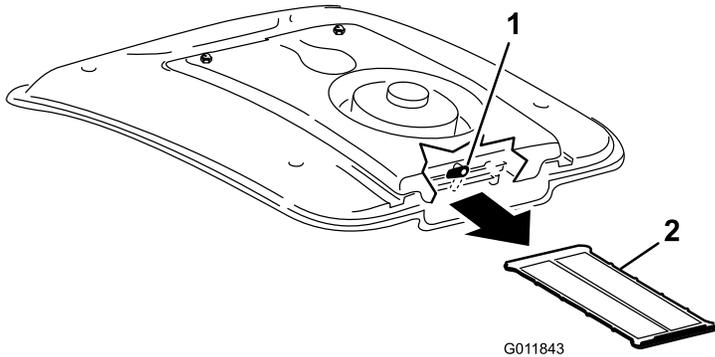

Figura 92
2. Ruotate di lato il dispositivo di chiusura sulla parte posteriore del supporto della ventola (Figura 92).
3. Estraete la griglia A/C da sotto la serpentina refrigerante (Figura 92).
4. Pulite accuratamente la griglia con aria compressa (Figura 92).